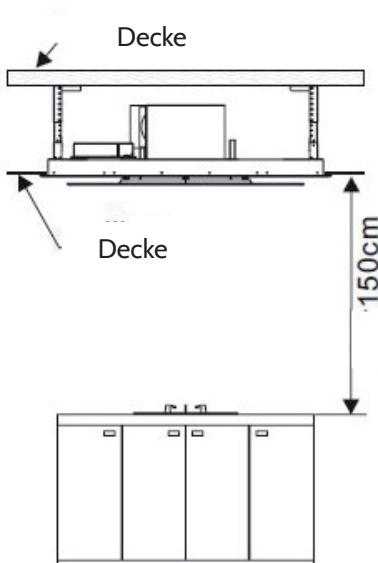

Bild 1
1. Die Dunstabzugshaube muss auf einer Höhe von 150 cm über der Kochfläche montiert werden, um am besten zu funktionieren. (siehe Bild 1)